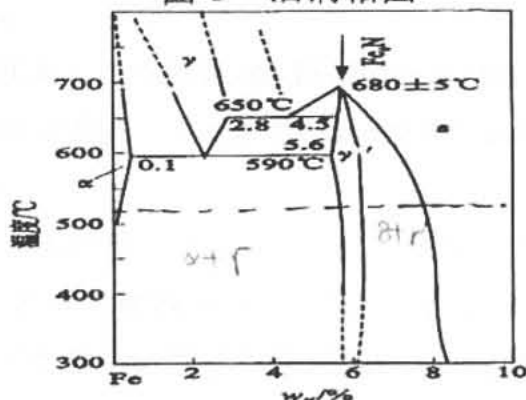

图 3 Fe-N 相图
- (1) 在冷轧中板材组织、性能有何变化？ (10 分)
- (2) 若将该板材加热到再结晶温度以上退火后，整个板材均发生再结晶。试问该板材的晶粒大小是否均匀？为什么？ (7 分)
- (3) 假若该板材加热到略高于再结晶温度退火，试问再结晶先从哪一边开始？为什么？ (8 分)
8. 在固溶体合金中有哪些扩散机制？解释 Kirkendall 效应；结合图 3 分析在 520°C 渗氮过程中，Fe 从表面到心部的氮含量示意图，并分析原因。 (15 分)